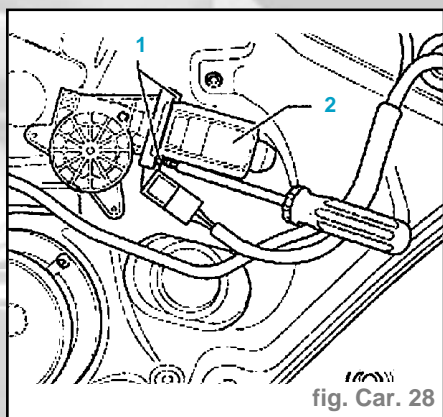

fig. Car. 28
- Dévisser les quatre vis (1) (fig. Car. 28).